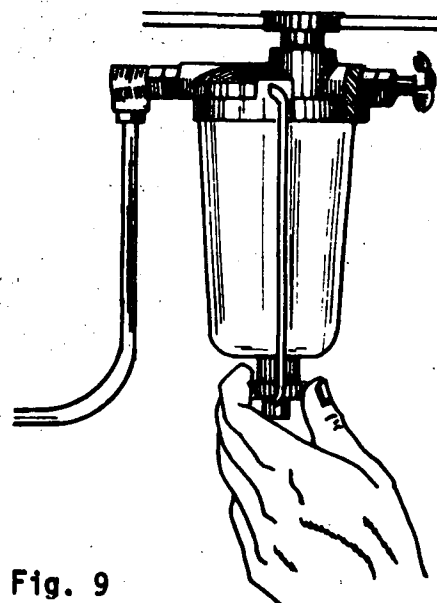

Fig. 9
- b Retire o copo de sedimentos (fig. 9).